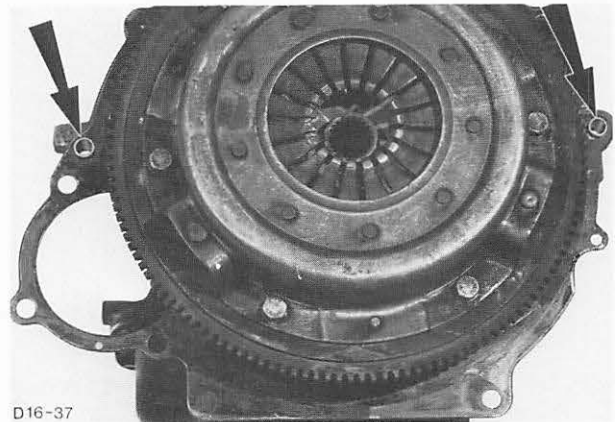

Abb. 12 Sitz der Motor-Zwischenplatte überprüfen
12. Bevor das Getriebe eingebaut wird, sicherstellen, daß die Motor-Zwischenplatte auf den Führungsbüchsen richtig sitzt. Abb. 12.